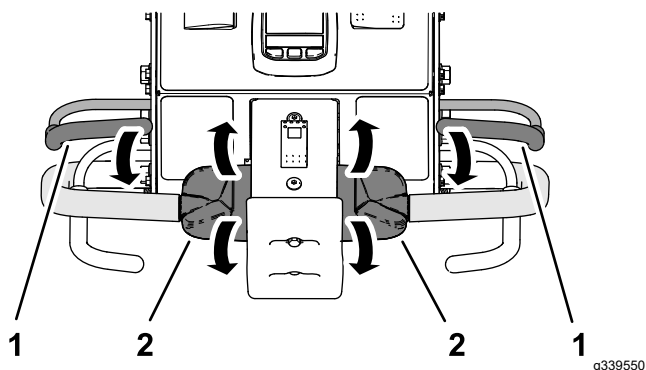

Bild 32
2. Halten Sie einen der beiden Schaltbügel am Lenker und drehen Sie den Fahrantriebshebel (Bild 32) nach vorne oder nach hinten, und lassen Sie den Motor an.